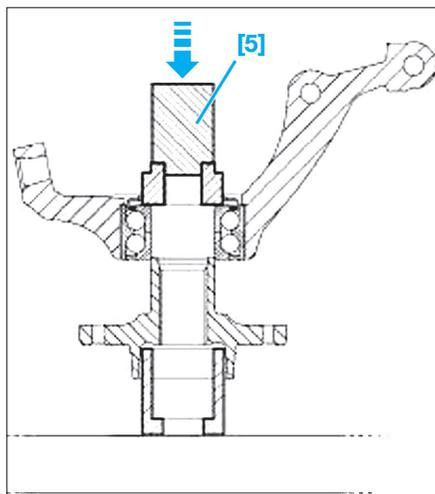

Fig. 23
- [5]. Tube de 50 mm pour la repose du moyeu (Fig.23).
- Reposer le moyeu à l'aide de l'outil [5] en prenant appui sur la bague extérieure (Fig.23).